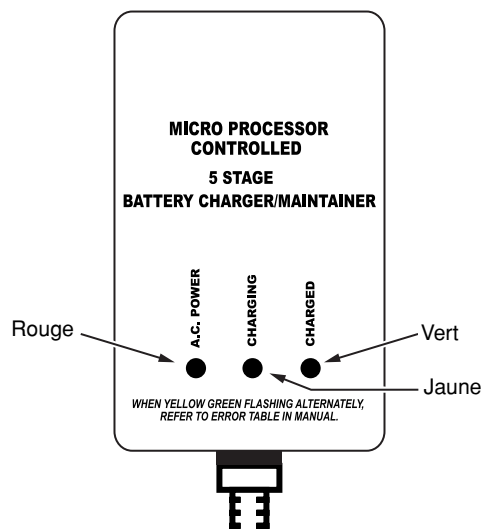

Figure 10 – Panneau à DEL du FP1800DCC-01
4. Si le chargeur est bien branché, son panneau avant indiquera une des conditions illustrées à la Figure 10.